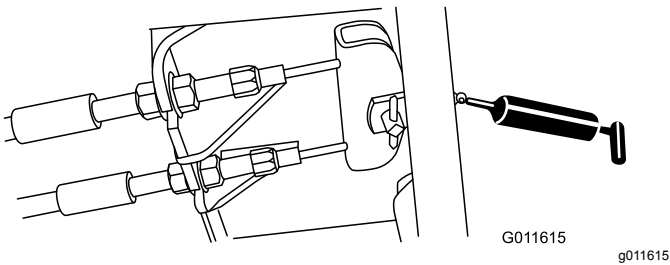

Figure 70
- Pédale de frein (1) (Figure 70)